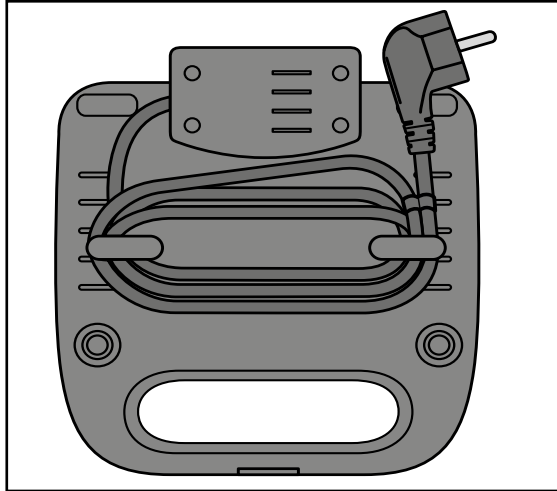

Fig. 1
- Vikl ledningen om ledningsholderne på ledningsopviklingen **13** på bagsiden af produktet. Fastgør ledningen med ledningsclipsen (se fig. 1):